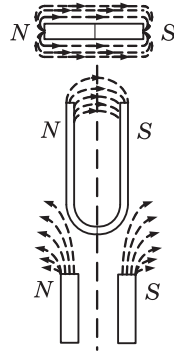

Рис. 1.10. Магнитные силовые линии
*силовыми линиями*. Принято считать, что действие магнитных сил направлено от северного полюса к южному. Магнитные силовые линии замкнуты и никогда не пересекаются. Поэтому магнитное поле можно условно представить в виде магнитных силовых линий (рис. 1.10).